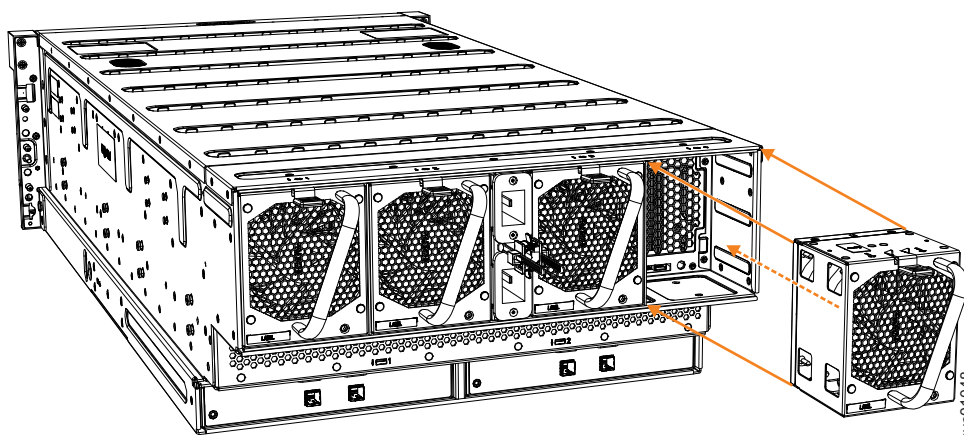

Figura 122. Remova o módulo de ventilador
3. Use a alça para puxar o módulo de ventilador para fora do chassi do gabinete de expansão, conforme mostrado em Figura 122.